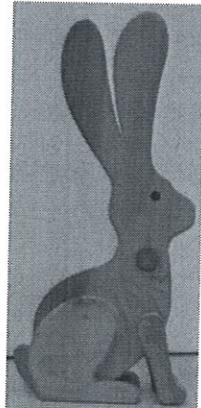

Рис. 1. Садовая фигура «Заяц»
1. Вам необходимо разработать основание для садовой фигуры «Заяц» (рис. 1.). Садовая фигура предназначена для установки *на грунте* (земле) дачного участка.